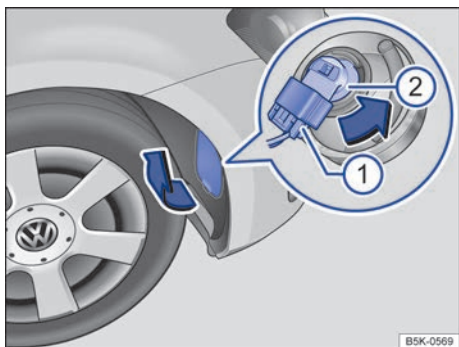

Fig. 182 En el guardabarros delantero derecho: cambio de lámpara en el faro.
3. Desprenda la tapa del guardabarros con cuidado en el sentido de la flecha, en caso necesario haciendo palanca con la punta plana del destornillador de las herramientas de a bordo → fig. 182.
4. Desbloquee el conector ① y desacóplelo.
5. Gire el portalámparas ② en el sentido contrario al de las agujas del reloj (flecha), hasta el tope, y extráigalo junto con la lámpara hacia atrás.
8. Acople el conector ① al portalámparas ②. El conector debe encastrar de forma audible.
9. Coloque la tapa en el guardabarros → fig. 182.